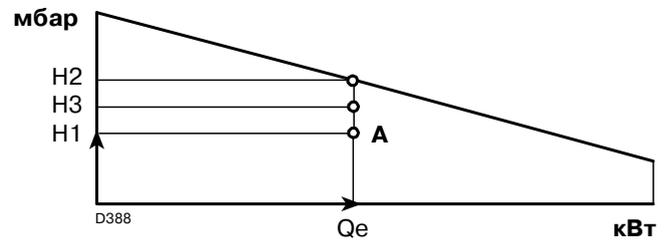

Рис. 41
точка A, которая должна оставаться в рабочем диапазоне (Рис. 41).
- 4-Провести вертикальную линию из точки A, Рис. 41, и найти максимальное давление H2 рабочего диапазона.
Если H3 больше H1, как на Рис. 41, то горелка может производить требуемый расход.